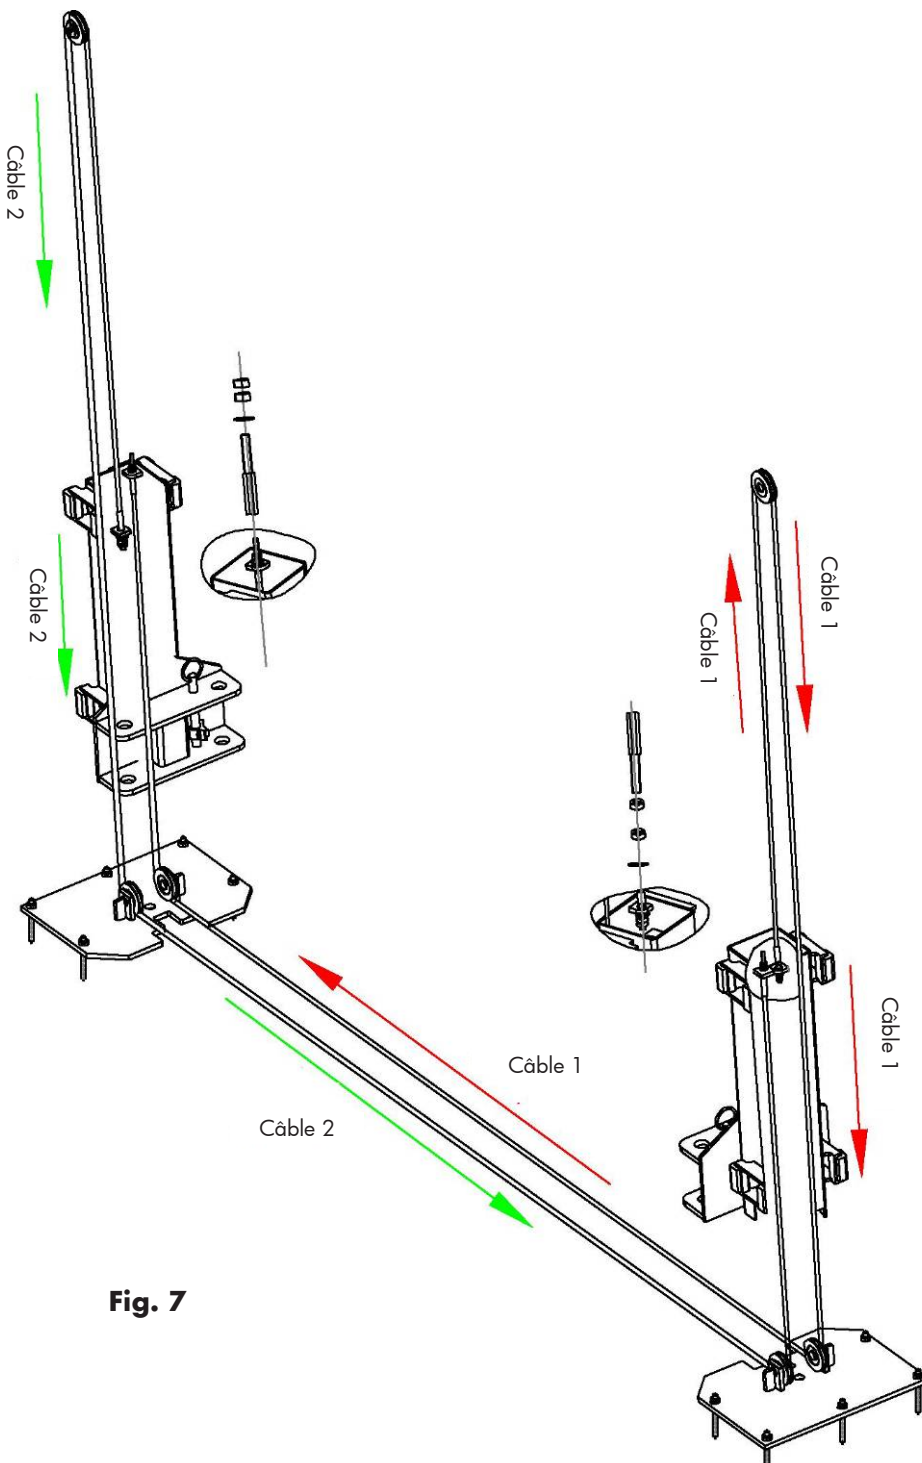

Fig. 7
7. Connectez les câbles en acier (fig. 7).